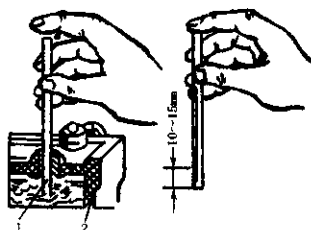

图4-11 蓄电池液面高度的检查
②检查电解液面高度,应高出极板10~15 mm或与液面标记平齐,检查方法如图4-11所示。用内径 $\phi 4 \sim \phi 6$ mm,长约150 mm的玻璃管,垂直插入加液口内,直到极板上边缘为止,然后用食指压紧管的上口,将量管取出,管中电解柱的高度,即为蓄电池液水平面高出极板的高度。电解不足应添加蒸馏水。
③根据蓄电池放电程度,应从车上拆下用充电器进行补充充电。
①放电电流对蓄电池容量的影响,放电电流加大蓄电池的容量减小。
②电解液温度对蓄电池容量的影响:电解液温度降低,蓄电池的容量减小。在缓慢放电时,温度每下降 1°C 容量减小1%;迅速放电时,温度下降 1°C ,容量减少2%。
③电解液密度对蓄电池容量的影响：电解液密度为1.23时，蓄电池的容量最大，密度小于1.23时，随着密度增大，容量显著增大。当密度大于1.23时，却又随着密度增大，容量将下降。冬季在避免结冰的前提下，应尽可能采用较低的电解液密度，有利于提高蓄电池的容量和放电电流。